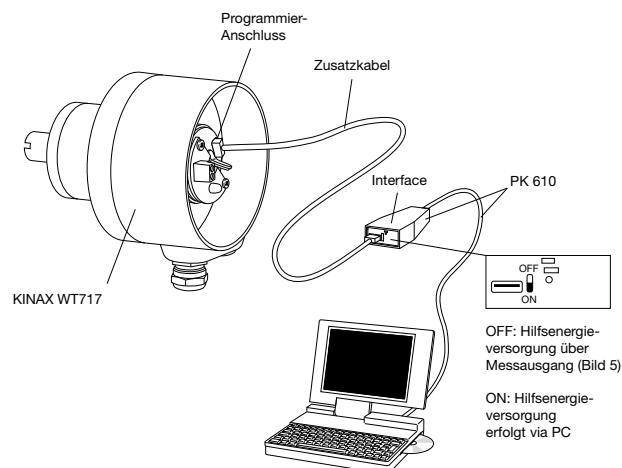
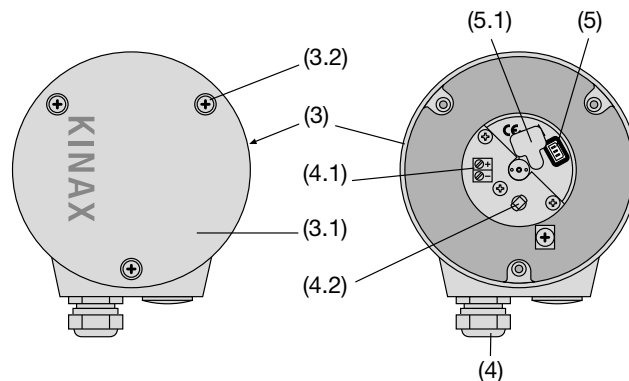

Bild 3
Bild 4. Rückenteil (3) mit Klemmen (4.1) und Stopfbuchse (4).
1. Deckel (3.1 in Bild 4) entfernen. Durch Abziehen des Gummi-Verschlusses (5.1) wird der Programmieranschluss (5) zugänglich (siehe Abschnitt "8.1 Leitungen anschliessen"). KINAX WT 717 nach Bild 3 mit der Programmiereinrichtung verbinden. Konfigurations-Software 2W2 starten. Gerät – wenn nötig – mit den gewünschten Messbereichsdaten konfigurieren.
Sodann die Leitungsenden auf passende Länge abisolieren und nach Bild 4 an den Klemmen (4.1) anschliessen.
1. Messumformer in Betrieb nehmen und gemäss Bild 3 an Programmier-einrichtung anschliessen (Schalter AUX am PK 610 auf OFF).